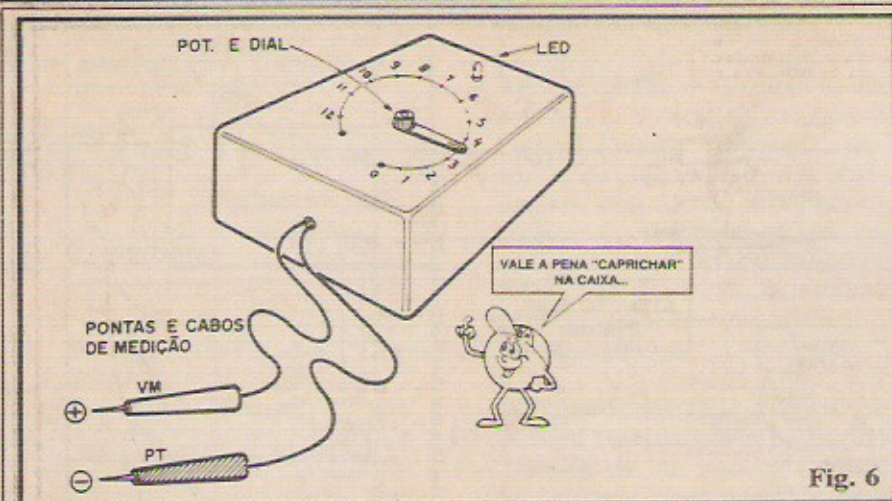

Fig. 6
- FIG. 6 - A MP-20 é um autêntico Instrumento de Bancada e assim sua aparência deve ser elegante, prática, "leiautada" de modo a facilitar a utilização e a visualização dos dados, controles, indicadores, etc. Insistimos que a "boniteza" também é um dote positivo em qualquer equipamento eletrônico... Não é só bumbum de miss que deve ser bonito... A figura dá uma das idéias finais para acabamento e implementação visual externa da MP-20, com os cabos de medição saindo de uma das laterais menores da caixa, o LED indicador fixado numa das extremidades do painel frontal, e (aí está todo o "segredo" da "coisa"...), o potenciômetro bem centrado, de modo que seu knob, acoplado a um ponteiro indicador (cuja confecção detalharemos a seguir...) possa, ao ser girado, abranger confortavelmente uma escala semi-circular na qual serão demarcados os valores de Tensão...